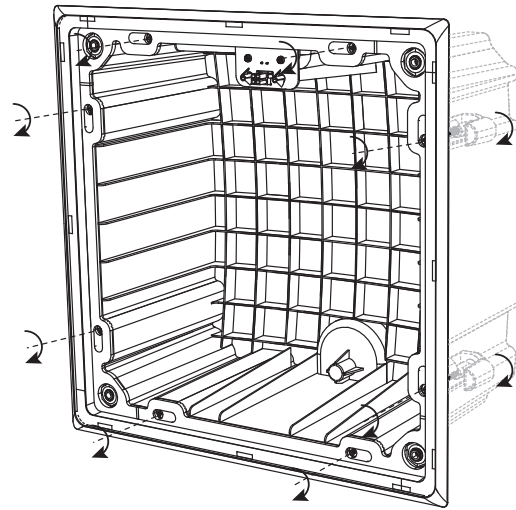

Fig. 18. Tighten the mounting clamp screws (X8)
3. Tenere il barattolo posteriore in posizione nel soffitto, mentre si serrano le viti del morsetto di montaggio in senso orario (Fig. 18). Fallo sistematicamente fino a quando tutti e otto i morsetti sono in posizione e tenendo la parte posteriore saldamente al muro a secco del soffitto.